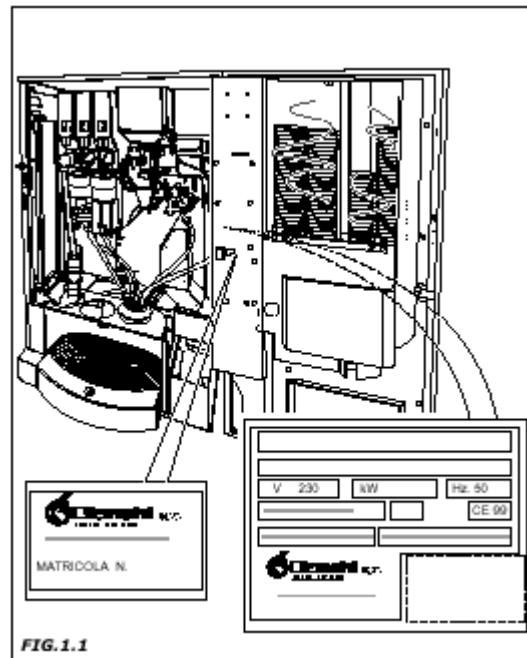

FIG. 1.1
- Данные, указанные на этикетке серийного номера (рис. 1.1)